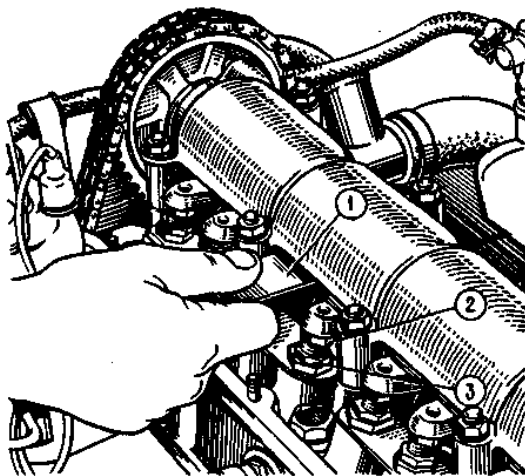

Рис. 2.30. Проверка зазора между рычагами и кулачками распределительного вала: 1 – щуп А.95111; 2 – регулировочный болт;
– вставьте между рычагом и кулачком распределительного вала плоский щуп А.95111 толщиной 0,15 мм и гаечным ключом заворачивайте или отворачивайте болт с последующим затягиванием контргайки, пока щуп не будет входить с легким защемлением (рис. 2.30);